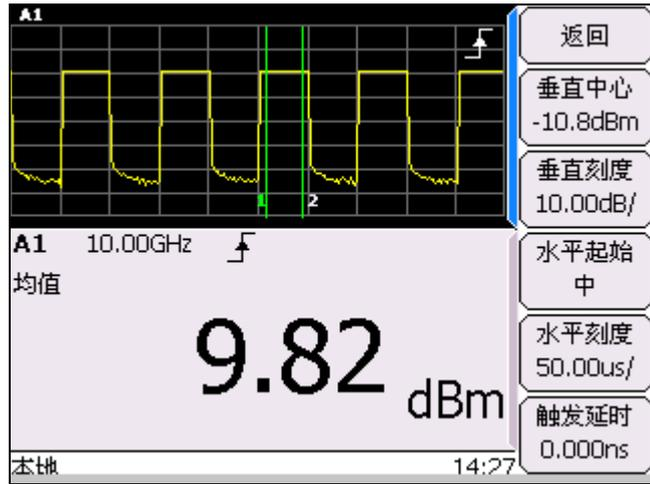

图 5-2 双窗口显示
- 8) 设置时基和垂直刻度参数。按【通道】>[通道 A]>[迹线设置]键，进入时基和垂直刻度菜单。利用各个软键，设置水平刻度为 50 μ s/格，垂直刻度为 10dB/格；如图 5-2 所示。